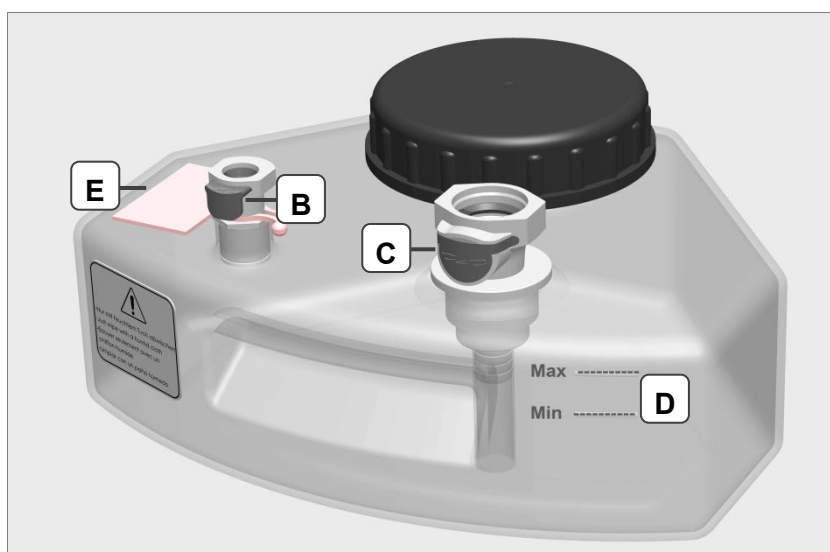

Fig. 4.4.3 Réservoir de fluide
appuyez sur le bouton de déverrouillage sur la vanne de fermeture du réservoir (*fig. 4.4.3.B/C*) tout en tirant le raccord de tuyau vers le haut afin de le déconnecter de la vanne de fermeture.
4. Ôtez le bouchon à vis et remplissez le réservoir avec le fluide de nettoyage approprié jusqu'à un niveau de remplissage situé entre les repères *Min - Max* (*fig. 4.4.3.D*).
Dans le but d'assurer le fonctionnement conforme de la machine à nettoyer et d'obtenir les meilleurs résultats de nettoyage, le niveau de remplissage doit toujours se situer entre les marques (fig. 4.4.3.D):